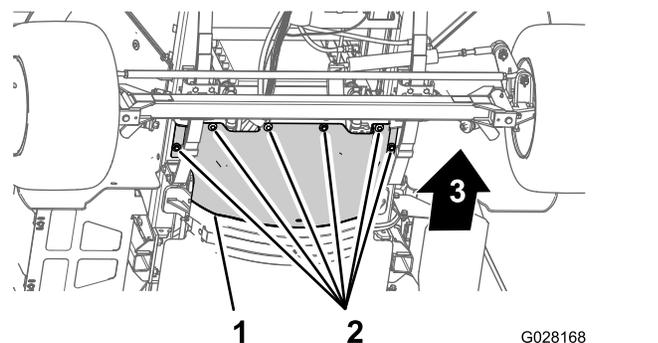

Figura 59
3. Retire los 6 pernos de cabeza hexagonal y las 6 arandelas que sujetan el protector térmico delantero al chasis, y retire el protector (Figura 59).